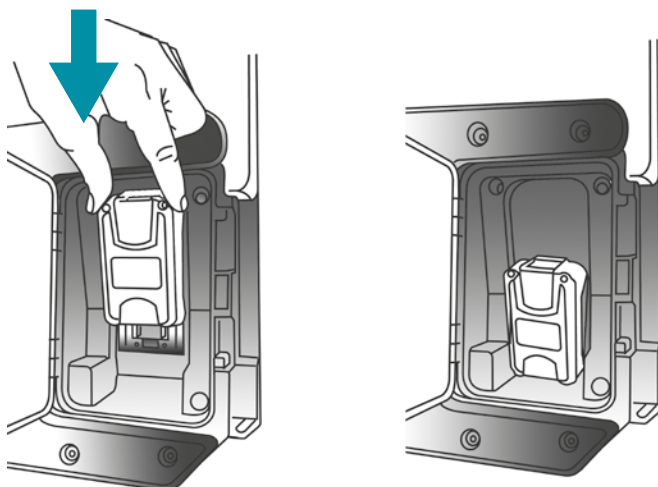

Figura 2
- Conecte a bateria (ref 9030) no compartimento traseiro. Insira a bateria na posição correta até que a trava se encaixe e a bateria fique fixa. (ver figura 2).